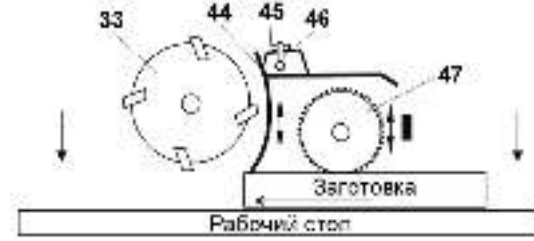

Рис. 22
- ослабить положение двух гаек (45);
- регулировочными винтами (46) установить положение стружколома (44), положение зафиксируйте. Расстояние между рабочим столом и стружколомом (44) не должно быть меньше, чем высота заготовки минус 3мм.
Для уменьшения нагрузки оператора при ручной подаче заготовки к подающему ролику (47) с максимальной глубиной строгания, Рис.22:
- установите заготовку на рабочий стол, опустите (поднимите) строгальный вал (33) так, чтобы максимально толстая часть заготовки с минимальным зазором проходила между рабочим столом и строгальным валом (33), запомните показание шкалы (9);
- поднимите строгальный вал (33) на 8-9мм;
- продвиньте конец заготовки под стружколом (44), не доходя до ножей строгального вала (33);
- опустите строгальный вал (33) до предыдущего показания по шкале. При этом, обязательно контролируйте положение заготовки относительно строгального вала – заготовка не должна касаться ножей строгального вала;
- зафиксируйте положение строгального вала (33);